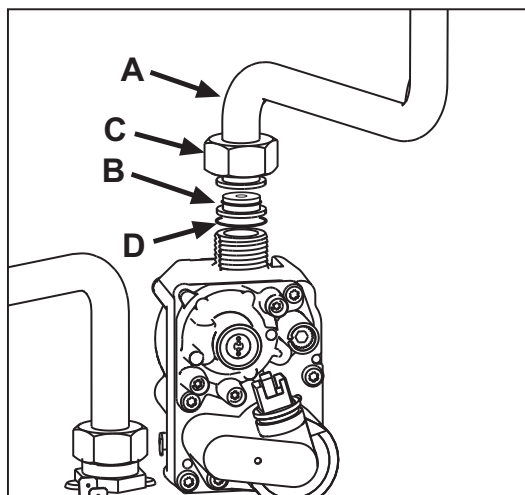

fig. 22
3. Dévisser la rondelle **C** et enlever le tuyau de gaz **A** de la vanne à gaz (voir fig. 22).
4. Remplacer le gicleur **B** présent dans le tuyau gaz par celui contenu dans le kit de transformation après avoir intercalé le joint **D** (voir fig. 22).